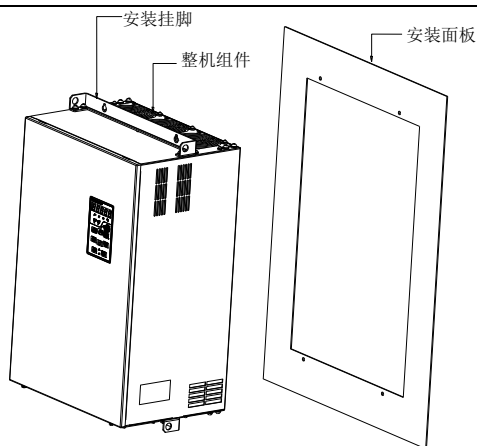

图 3-6 15.5~200kW 穿墙安装示意图
5.5~200kW 将变频器两端安装挂脚装在如图 3-6 所示位置，然后参见第二章（表 2-4）穿墙安装尺寸表在安装面上钻四个孔，将变频器靠在安装面上对准四个孔位置，然后将螺钉从四孔装入并打紧。